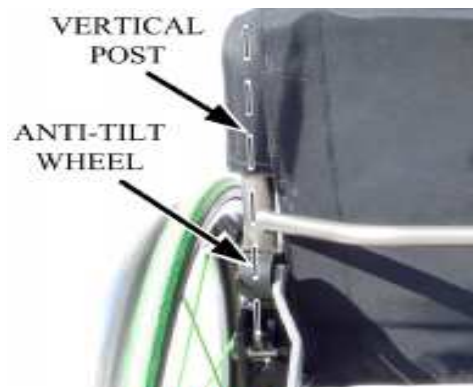

Figure 10.
5. Positionner manuellement le fauteuil roulant au-dessus de la base du ZX-1 (figure 10)